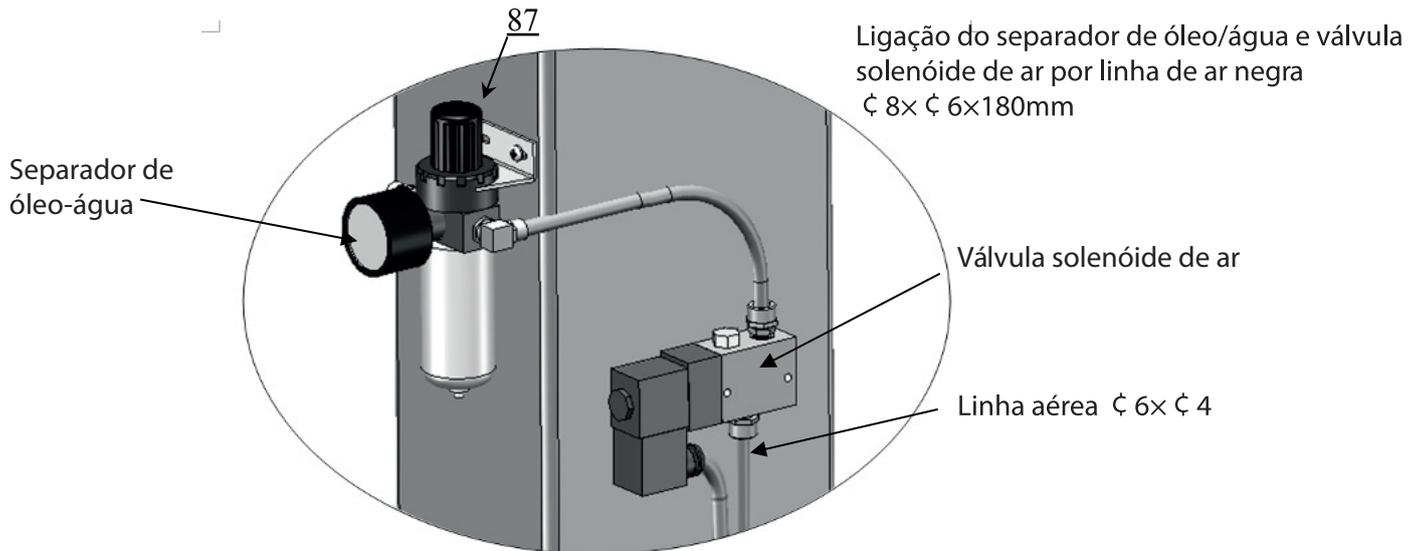

Fig.28
4. Ligação do separador de óleo-água e da válvula solenóide de ar por linha de ar (Ver Fig. 28).